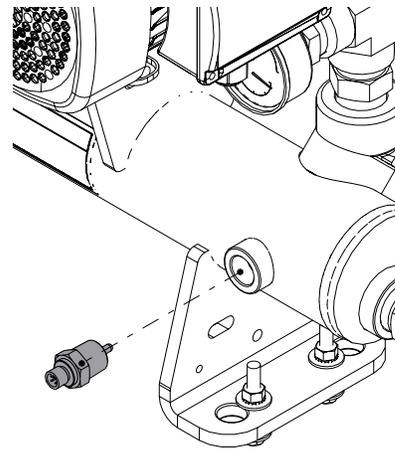

图 14. 显示的控制 RTD 从 CMM/CLM 加热水箱中移除。
3. 拧下 RTD 插头。取下插头。从水箱上拧下 RTD。参阅图 14。